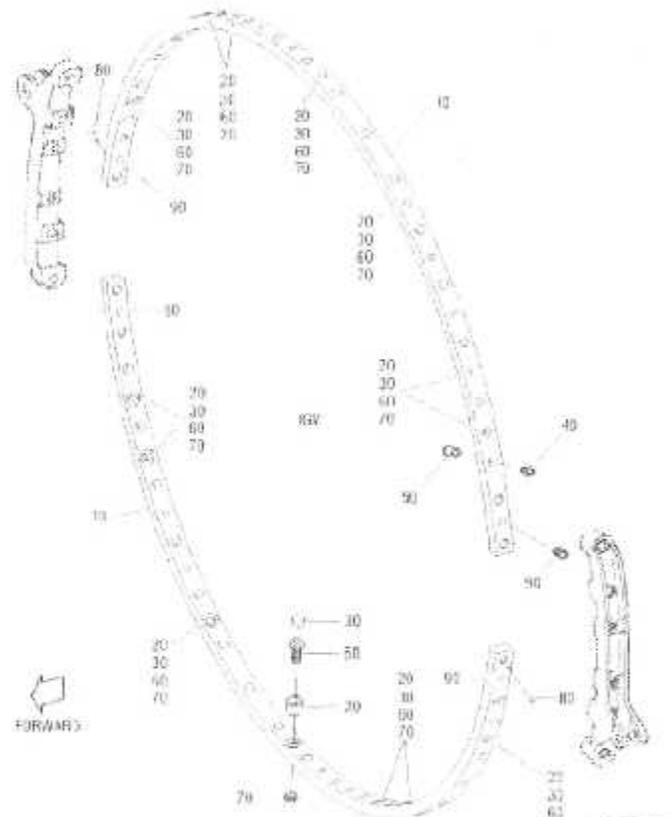

Fig. III. 103 : Dépose des Goupilles Droites des Bagues des Commandes
- c. On dépose les goupilles droites des bagues de commande. (fig. III. 103).